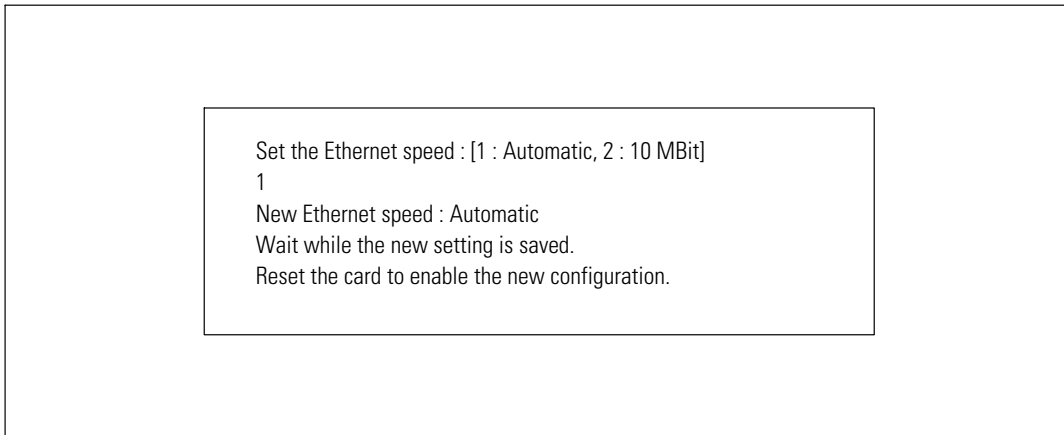

Figure 43. Paramètres de vitesse Ethernet
- **Réglage de la vitesse Ethernet** : Pour modifier la vitesse de réseau (voir la Figure 43). Redémarrez la carte pour activer les nouveaux paramètres.